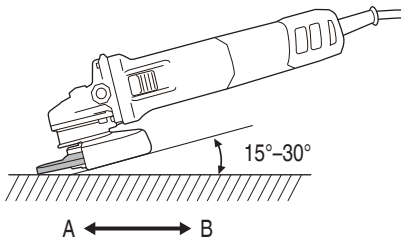

Fig. 5
Realice la operación de amoladura con el borde de la rueda levantando la amoladora de 15° a 30°, como se muestra en la Fig. 5.
6. Mueva la amoladora en el sentido apropiado. Cuando utilice una rueda de disco abombado nueva en el sentido A (Fig. 5), el borde de la rueda puede cortar la pieza de trabajo. En este caso, realice la operación de amoladura en el sentido B (Fig. 5). Cuando se haya gastado el borde de la rueda, la pieza de trabajo podrá amolarse en ambos sentidos.